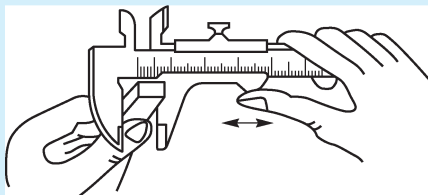

图 1-15 小型工件的夹持
- (1) 将工件置于稳定状态。
- (2) 左手拿主尺卡爪, 右手的拇指、食指拿副尺卡爪。
(3) 移动副尺卡爪, 把两测量面张开至比被测量工件的尺寸稍大。
(4) 主尺的测量面靠上被测工件, 右手的拇指推动副尺卡爪, 使两测量面与被测工件贴合。
(5) 对于小型工件, 可以用左手拿工件, 右手操作副尺卡爪, 如图 1-15 所示。